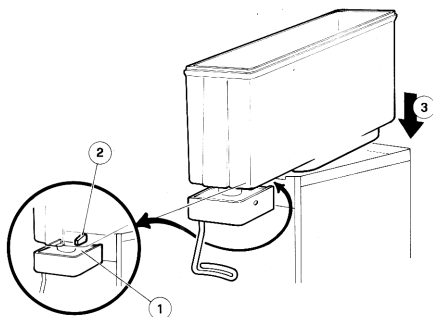

figura 8
JOLLY 5/2 - 5/3 - 5/4: assicurarsi che il piano superiore del corpo rubinetto (1) risulti al disotto del dente di ritegno (2) sporgente dal piano gocciolatoio (vedere figura 8).